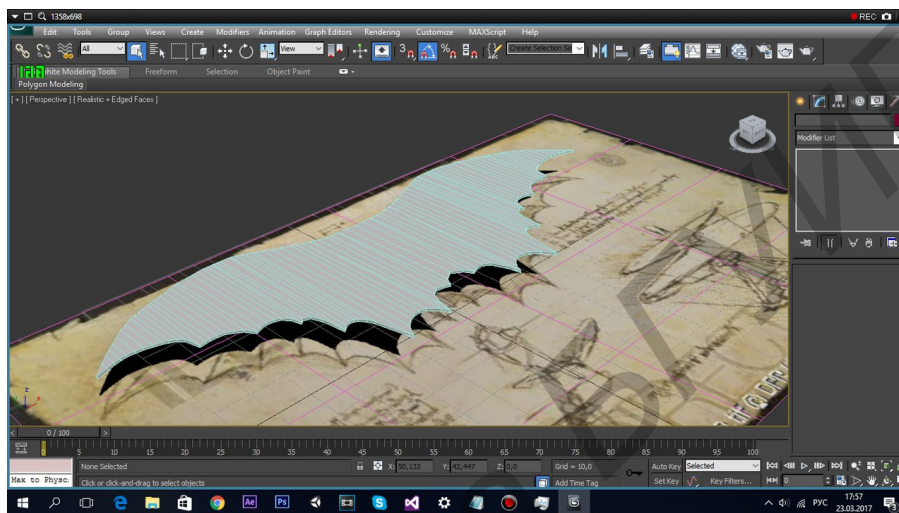

Рис. 1 – Создание летательной платформы
1. Проектирование летательной платформы как основы для создания летательного аппарата (рисунок 1).